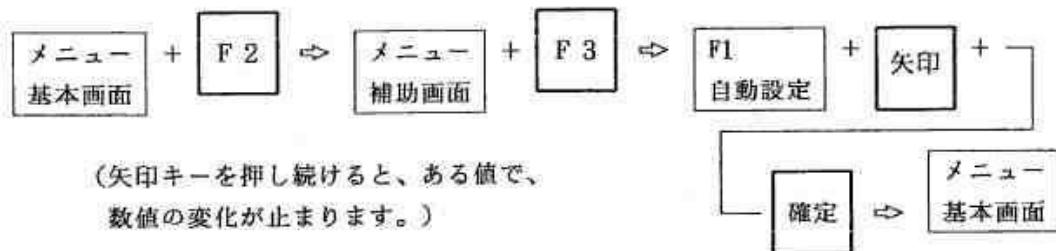

図 6.2.6 手動でパルス繰返周波数を設定する方法
#### 【パルス繰返周波数の設定手順】（図 6.2.6参照）
- ① 選択キー【F 2】を一回押すとメニュー補助画面がメニューエリアに表示されます。
- ② 選択キー【F 3】を一回押すとメニュー補助画面に図 6.2.6 に示すパルス繰返周波数自動設定が表示されますから、選択キー【F 1】を1回押すと、探傷条件表示エリアのパルス繰返周波数の項のバックが黄色となり、矢印キーで測定範囲に応じて入力された数値を変更できます。変更した数値は、探傷条件表示エリアのパルス繰返周波数の項に表示されます。この場合でも、表 6.2.1 に示したように測定範囲ごとに上限のパルス繰返周波数が設定されており、その上限値以上のパルス繰返周波数を入力することはできません。